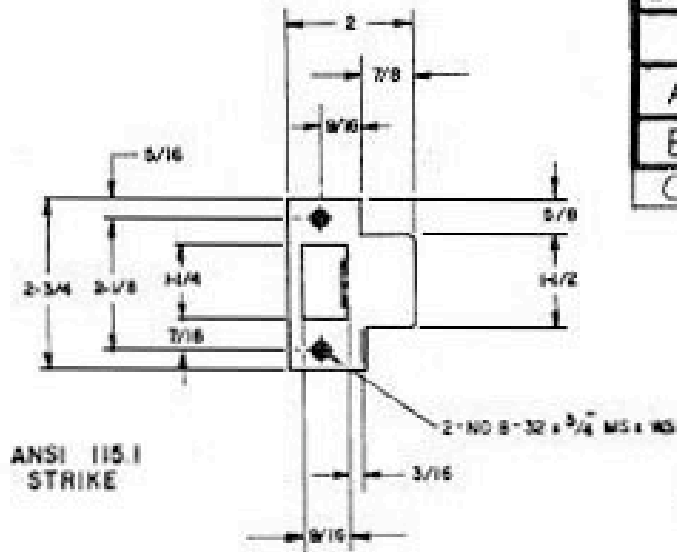

FIGURE 2
- 2) PREPARE FRAME FOR ANSI 115.1 STRIKE AS IN FIGURE 2. LOCATE STRIKE TO LINE UP WITH BOLT. INSTALL STRIKE.